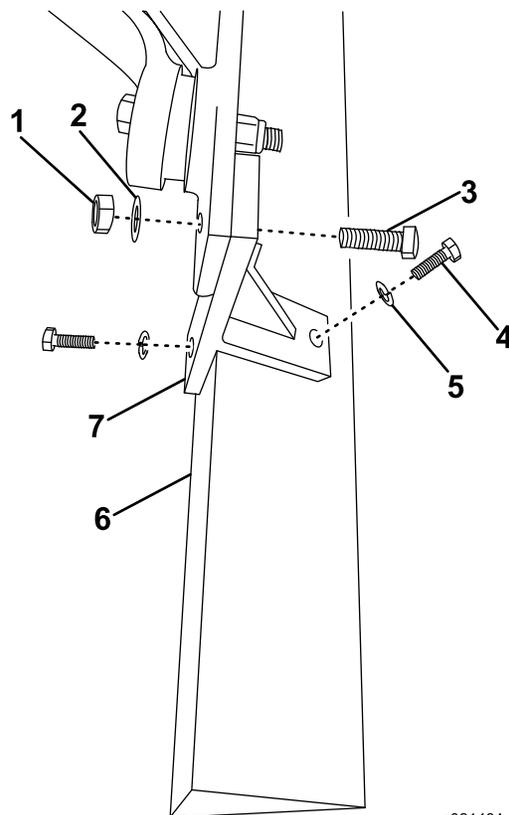

Figure 21
- Fixez la bride de la règle au cadre de la machine avec des boulons à tête carrée et des rondelles freins fendues (Figure 21).
- Fixez la règle en aluminium à la bride à l'aide des boulons à tête hexagonale et des rondelles freins fendues (Figure 21).
2. Retirer les boulons à tête carrée qui fixent la machine aux brides de la règle (Figure 21).